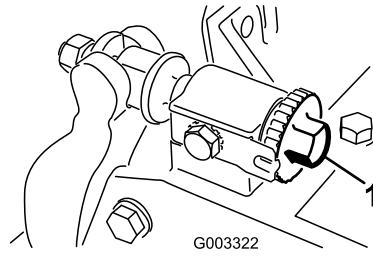

Figura 27
1. Allentate il contatto cilindro/controllama ruotando le manopole di regolazione della controllama (Figura 27) in senso antiorario finché non vi sarà più nessun contatto.